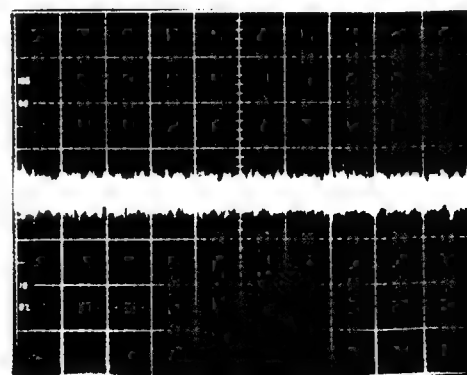

Fig. 8
4. Jetzt den Regler RV 503 so weit nach rechts drehen, bis die Wel lenform gerade verschwunden ist (siehe Fig. 8).
4. Then turn the trimmer RV 503 to the right until the wave form is even (see figure 8).